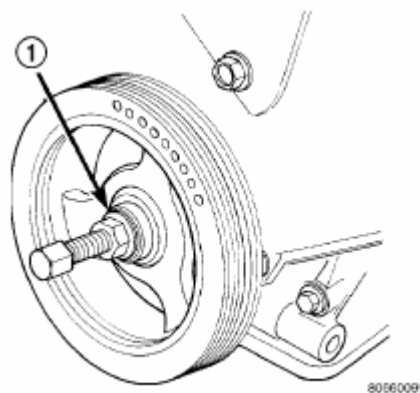

Рис. 72. Установка гасителя вибрации коленчатого вала – типовая.
- (1) Установить гаситель вибрации коленвала при помощи болта М12 1.75 x 150 мм, шайбы, упорного подшипника и гайки из приспособления 6792 (Рис. 72).